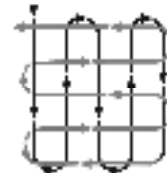

Рис. 13.
- Проходы по обрабатываемой территории рекомендуется осуществлять под прямым углом (см. рис.13).